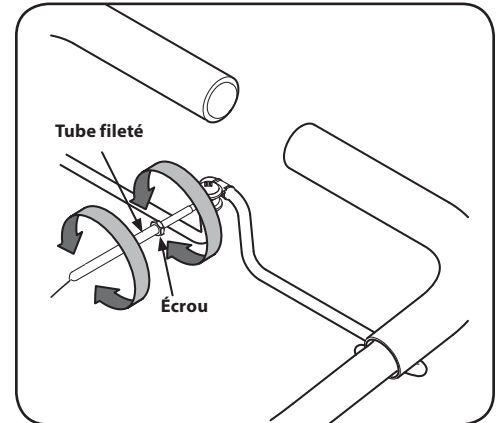

Figure 3-8
6. Embrayez lentement l'appareil en pressant la commande d'embrayage contre la poignée. Les roues devraient tourner. Si les roues ne tournent pas lorsque le moteur est en mode de marche avant, il faut ajuster le levier. Pour effectuer le réglage, dévissez le tube à l'extrémité du câble en le tournant quelques tours vers la gauche (à partir du poste de conduite). Voir Figure 3-8.